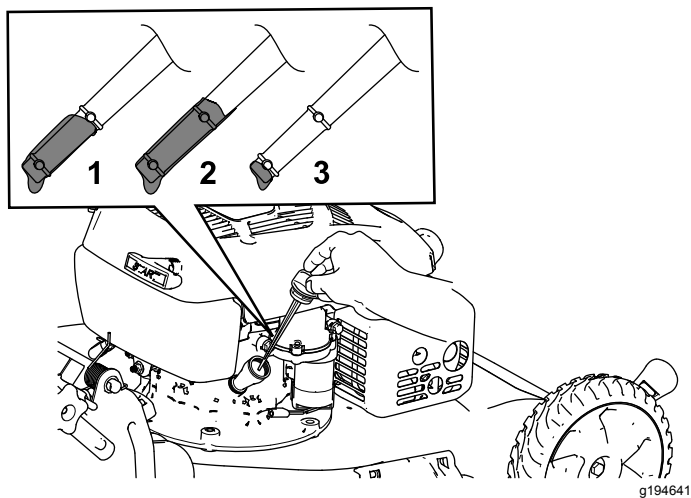

Figura 28
3. Retire la varilla girando el tapón en el sentido contrario a las agujas del reloj y tirando del mismo (Figura 28).
4. Ponga la máquina de lado (con el filtro de aire hacia arriba) para drenar el aceite usado del tubo de llenado de aceite (Figura 28).
10. Observe el nivel de aceite en la varilla (Figura 28).